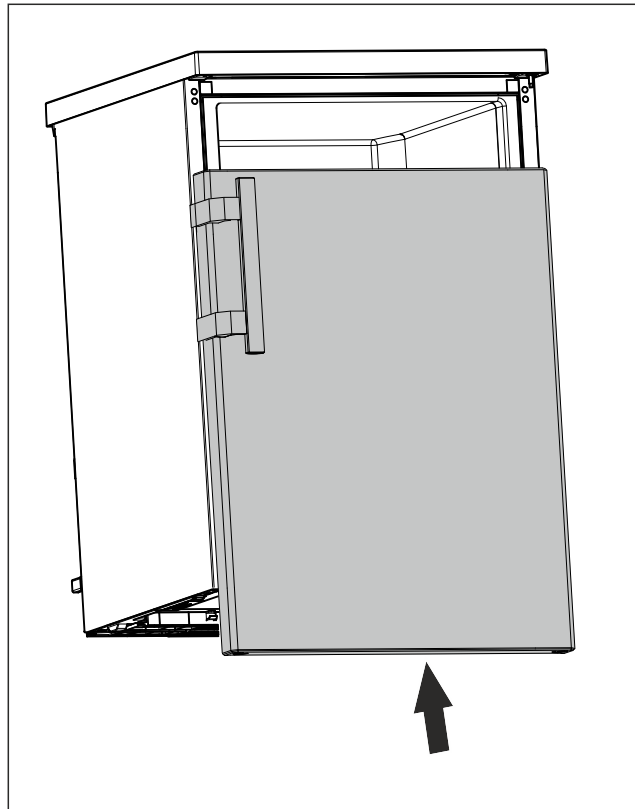

Fig. 24
- Työnnä ovi suljettuna ylemmän pulttiin. (katso Fig. 24)